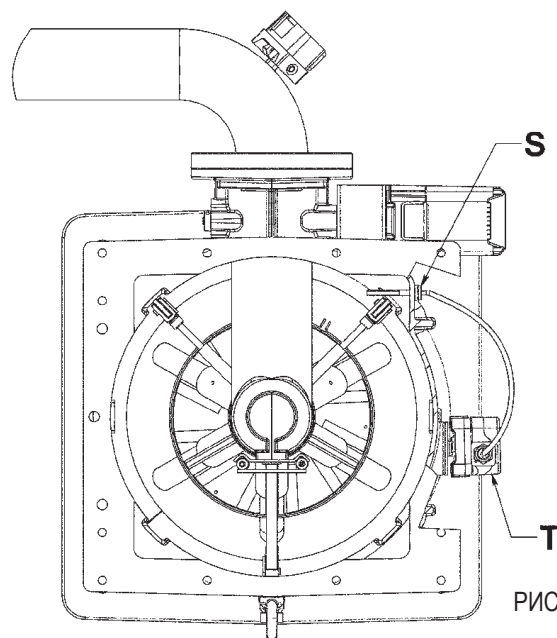
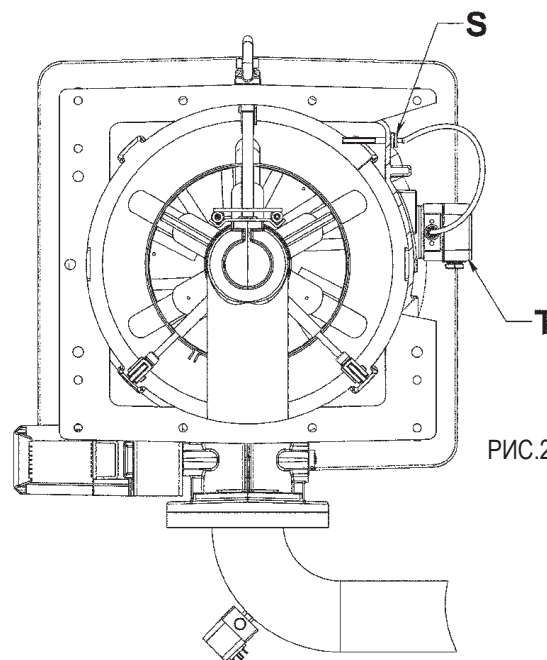

РИС.1
РИС.2
- После того, как на котел установлен узел головки, присоедините к камере два шарнира (E), используя 4 винта (F) и соответствующие шайбы, не затягивая винты полностью (стандартная заводская установка шарниров – с правой стороны, но можно смонтировать их и с противоположной стороны).
- Расположите вентилируемый корпус (G) на уровне двух шарниров (РИС. 2). Для перемещения вентилируемого корпуса пользуйтесь специальными цепями или тросами, закрепленными на рым-болтах (H).
- Вставьте стержень I и затем заблокируйте его гайками (L) и соответствующими шайбами; необходимо проследить, чтобы опорные поверхности двух шарниров хорошо прилегали к соответствующим поверхностям спирального кожуха. Избегайте чрезмерной затяжки гаек (L): это может затруднить вращение шарнира.
- Привинтите центрирующий палец (M) на фланце вентилятора, со стороны, противоположной шарниру (РИС. 2).
- Не отсоединяя цепей от рым-болтов, поверните вентилируемый корпус и расположите фланец вентилятора так, чтобы он соприкасался с фланцем камеры; проверьте, что палец (M) вошел в соответствующее отверстие (РИС. 2).
- Закройте горелку с помощью винтов (N) и соответствующих шайб. По окончании
Горелка поставляется со штуцером отбора давления (S) для реле давления (T) на правой верхней стороне камеры, причем газовая рампа выходит вверх (РИС. 1).
В случае, если газовая рампа выходит вниз и, следовательно, камеру нужно повернуть на 180° по сравнению с конфигурацией РИС. 1, рекомендуется снять штуцер отбора давления (S) и реле давления (T) и установить эти компоненты в специальные гнезда на противоположной стороне камеры, таким образом, чтобы штуцер отбора давления вновь находился справа (РИС. 2). В этом положении правильность и надежность сигнала давления для реле давления гарантирована.